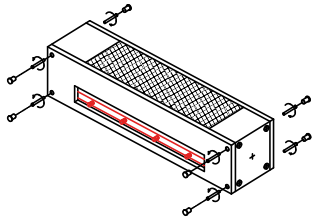

Fig. 18
1. togliere i 4 + 4 tappi presenti ai 4 vertici dei pannelli posteriore e frontale per poter accedere alle viti di fissaggio dei pannelli stessi (Fig. 18);
7. interponendo le rondelle M8 tra staffe e pannelli (Fig. 18);